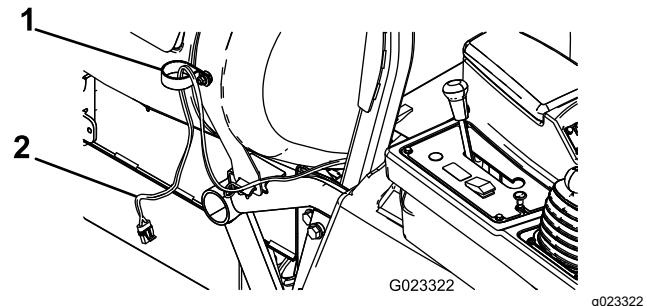

Figure 2
4. Fixez un petit collier en R sur le boulon de carrosserie au moyen d'un écrou à embase ( $\frac{3}{8}$ "'), comme illustré à la Figure 2.
5. Faites passer le côté dévidoir du faisceau de câblage dans le collier en R, comme montré à la Figure 2.